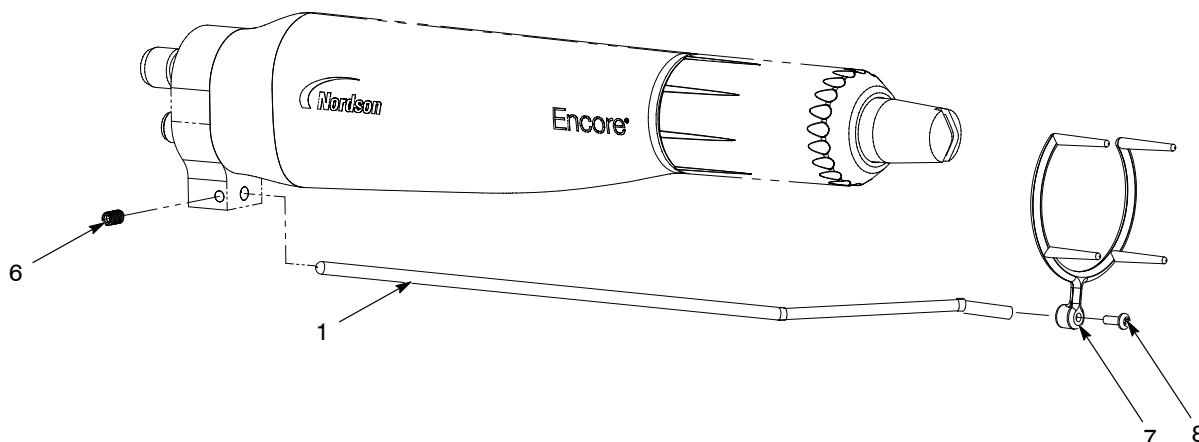

图 6 离子收集器安装 - 杆座喷枪
1. 请参见图 6。将收集器杆 (1) 插入接地板，然后使用离子收集器套件中附带的 M5 x 8 固定螺钉 (6) 将其固定。
2. 使用 M3 x 8 螺钉 (8) 将多点尖端 (7) 连接到收集器杆上。